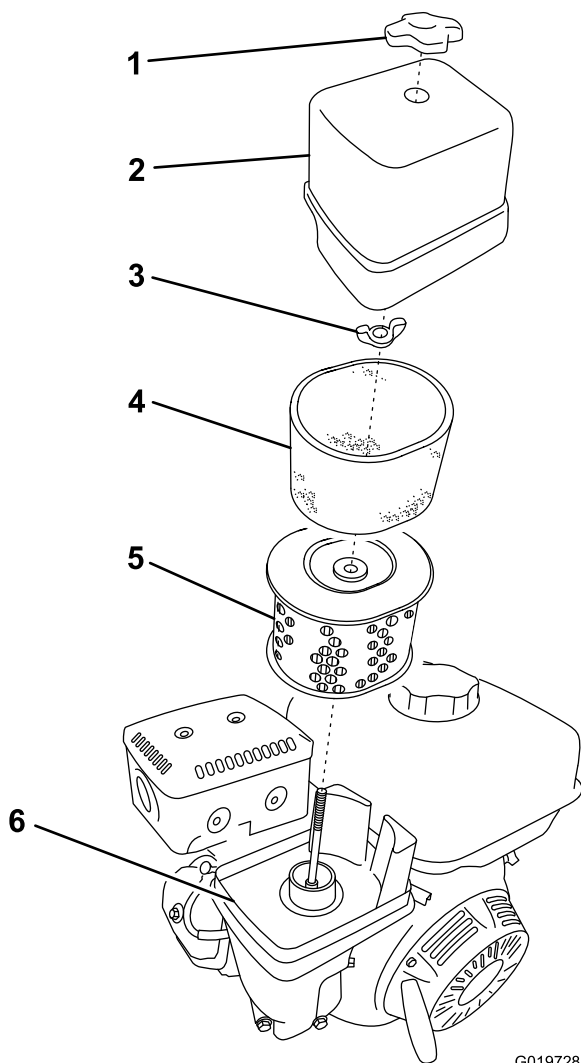

Figure 24
3. Retirez l'écrou de fixation du couvercle (Figure 24).
5. Déposez les éléments en mousse et papier de la base (Figure 24).
6. Sortez l'élément en mousse de l'élément en papier (Figure 24).